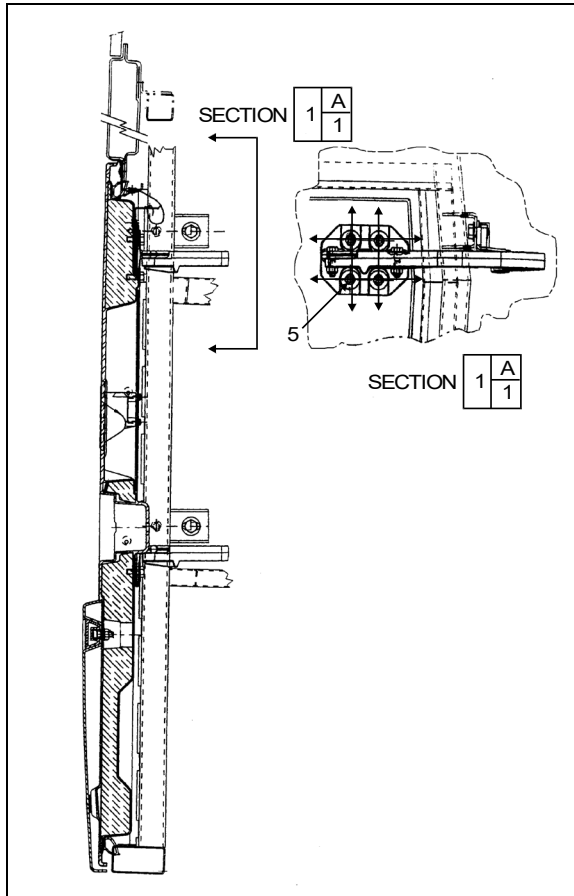

FIGURE 75: PORTE DU COMPARTIMENT DE SERVICE
7. Desserrer les vis (5, Figure 75) pour pouvoir déplacer la porte vers le haut ou le bas.